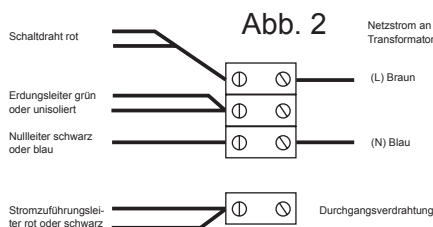

Abb. 2
2. Schließen Sie, unter Verwendung der im Lieferumfang enthaltenen Anschlussleiste, die Leuchte an den Transformator an. Es ist kein Erdungsanschluss nötig. Achten Sie darauf, dass die Befestigungspunkte nicht mit geerdetem Metall in Verbindung kommen. Die Verbindung an das Stromnetz sollte über eine geeignete elektrische Verteilerdose ausgeführt werden. Beachten Sie den korrekten Anschluss der festen Stromdrähte. Siehe Abb. 2.